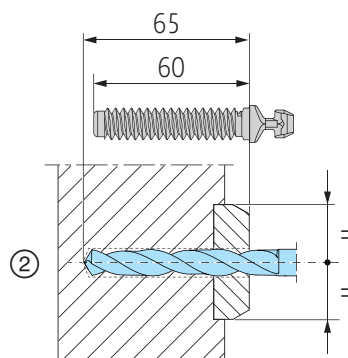

Abb. 51
① Bohrlochmarkierungen nach der untenstehenden Tabelle anzeichnen oder mittels Markierungsstichel 102 ankörnen. Dazu das montierte Getriebe 4 in Offenstellung bringen (Griff nach unten). Körner in die Riegelstellen des Getriebes einsetzen, siehe **Abb. 50**. Den Schiebeflügel gegen die Leiste B fahren, um so die Bohrmarkierungen zu setzen. ② Löcher in Abhängigkeit der Holzhärte mit  $\varnothing 10$  oder  $\varnothing 11$  bohren (**Abb. 51** beachten!). ③ Riegelbolzen 5 und 6 mit manueller Eindhilfe 130 oder Eindrehwerkzeug 131 für Bohrschrauber eindrehen (**Abb. 52** beachten).